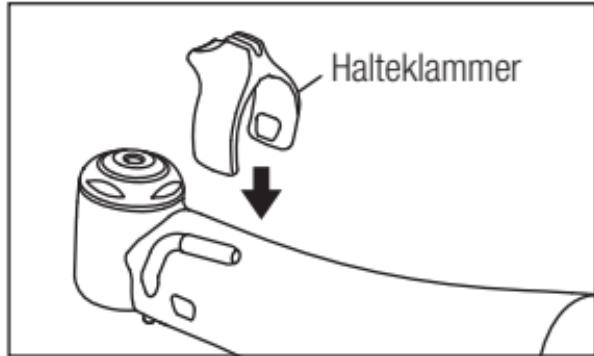

Abb. 6
- 1) Befestigen Sie die Halteklemme. (Abb. 6)